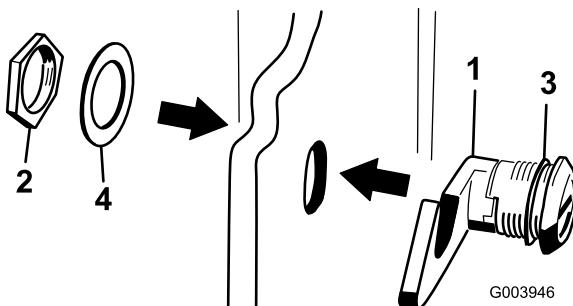

Figura 16
3. Togliete il dado dal gruppo fermo del cofano (Figura 16).
4. Dall'esterno del cofano, inserite il lato gancio del fermo attraverso il foro presente nel cofano. La rondella elastica di tenuta deve rimanere all'esterno del cofano (Figura 16).